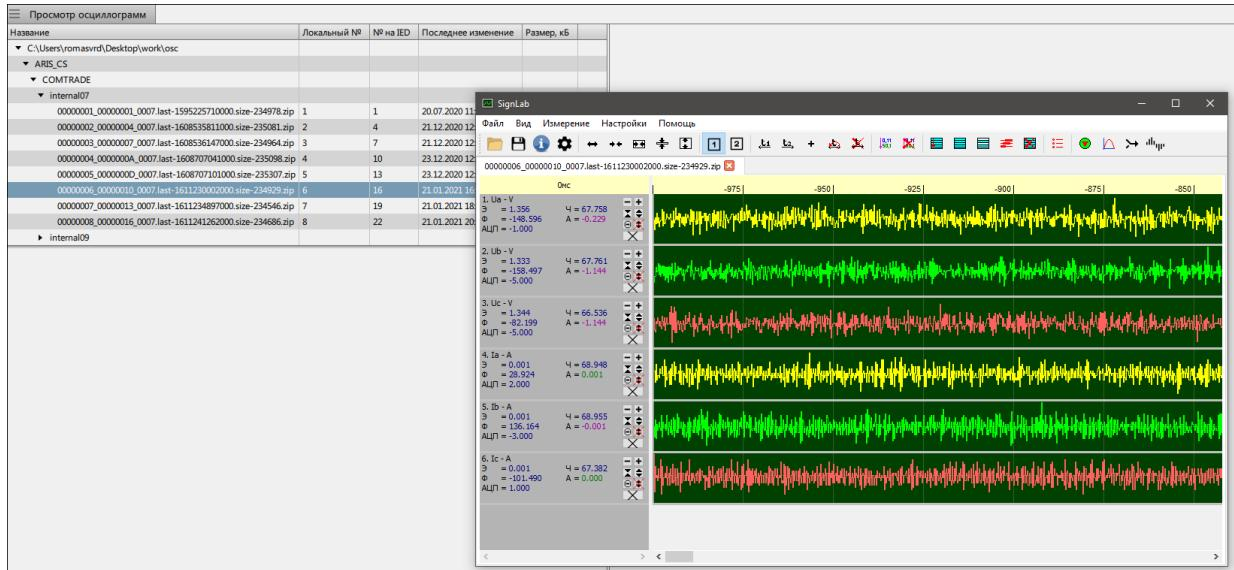

Рисунок 149 - Просмотр осциллографм
2. Нажмите двойным щелчком **ЛКМ** по строке с выделенным файлом. Откроется окно осциллографмы в настроенном просмотрщике (Рисунок 149).